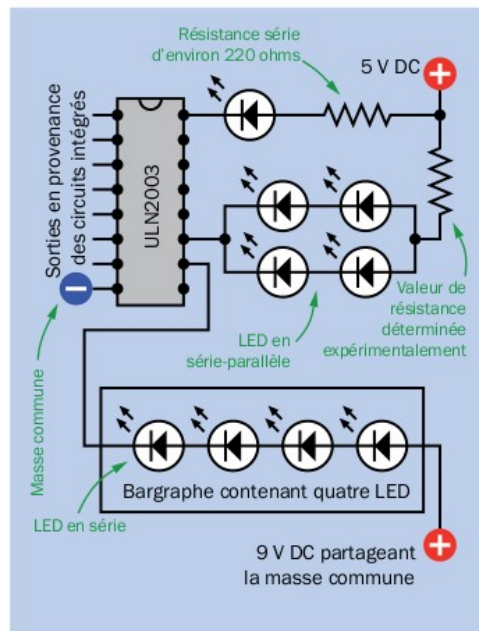

Figure 28-10. Trois façons différentes de relier les LED à un réseau de transistors Darlington.
Des exemples de schémas montrant les trois façons possibles de connecter les LED par un réseau de transistors Darlington, sont représentés sur la fig. 28-10.
- Reliez les quatre LED externes de chaque rangée des hexagrammes en série-parallèle, comme dans la configuration centrale de la fig. 28-10.